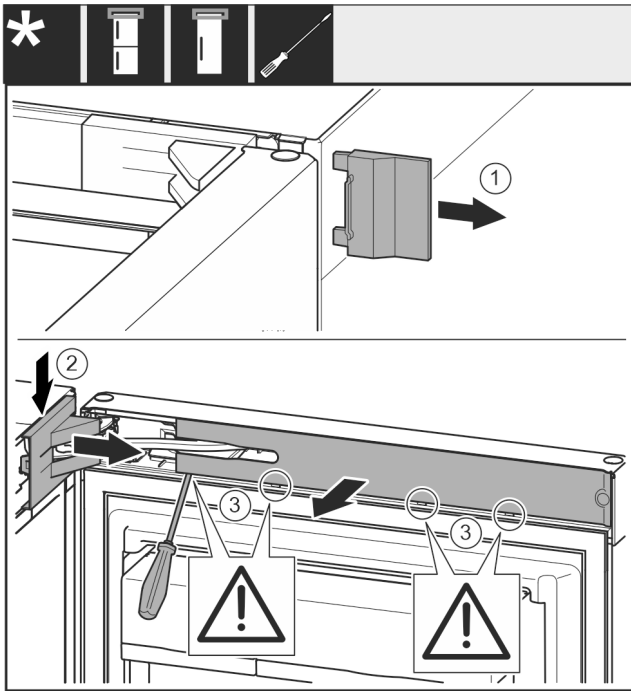

Fig. 9
- ▶ Vegye le a fedelet Fig. 9 (1).
- ▶ Pattintsa ki és oldja ki a csapágybak fedelét Fig. 9 (2).
- ▶ Vegye le a csapágybak fedelét Fig. 9 (2).
- ▶ Pattintsa ki a takarólemezt Fig. 9 (3) lapos csavarhúzóval, és fordítsa oldalra.